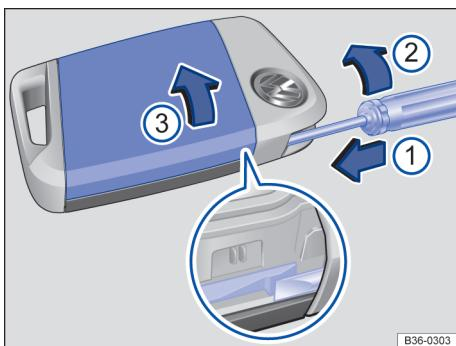

Fig. 61 Chave do veículo: abrir a tampa do compartimento da bateria.
Legenda para Fig. 61:
- ① Chave de fenda de lâmina para destravar a cobertura.
- ② Girar a chave de fenda na direção da seta.
- ③ Cobertura da parte posterior da chave do veículo.
- Inserir uma chave de fenda de lâmina chata aproximadamente 1 cm no sentido da seta na guia externa da chave de emergência na chave do veículo → Fig. 61.
- Empurrar a cobertura no sentido da seta → Fig. 61 e removê-la.
- Pressionar a cobertura na carcaça → Fig. 61 ③.